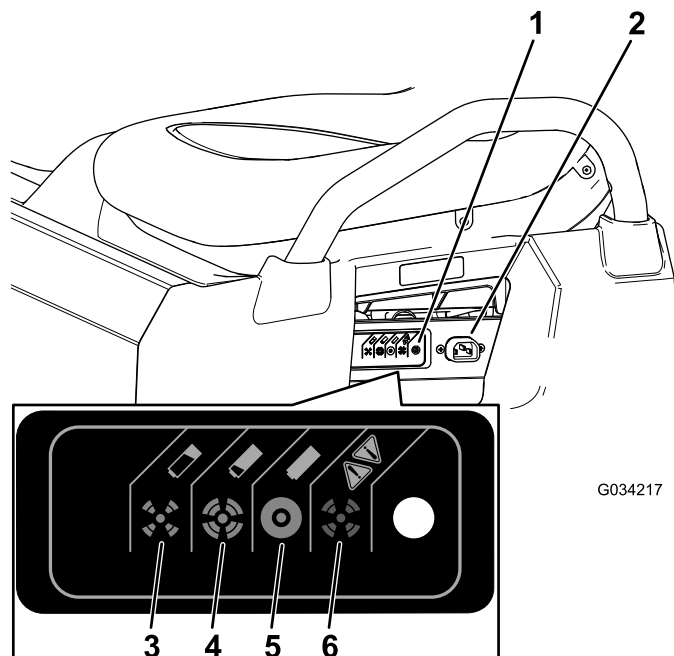

Figura 35
3. Conecte un cable de cargador de calibre 16 (o de diámetro superior), de 2,5 m o más corto al conector de carga de la máquina (Figura 35).
Consulte la siguiente tabla y Figura 35 para conocer el significado de los colores cambiantes del indicador de estado del cargador.